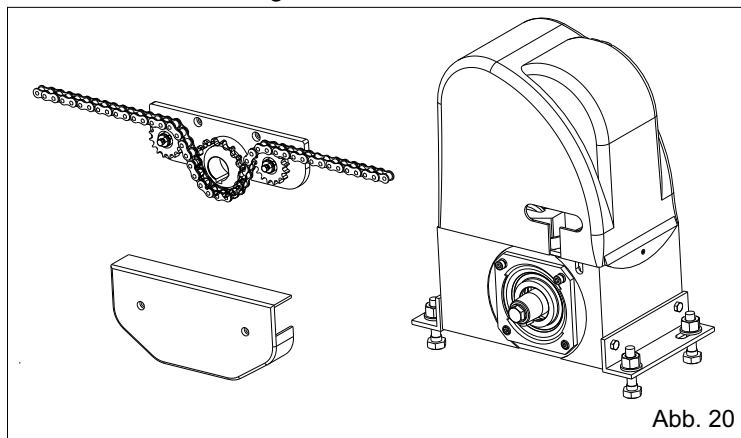
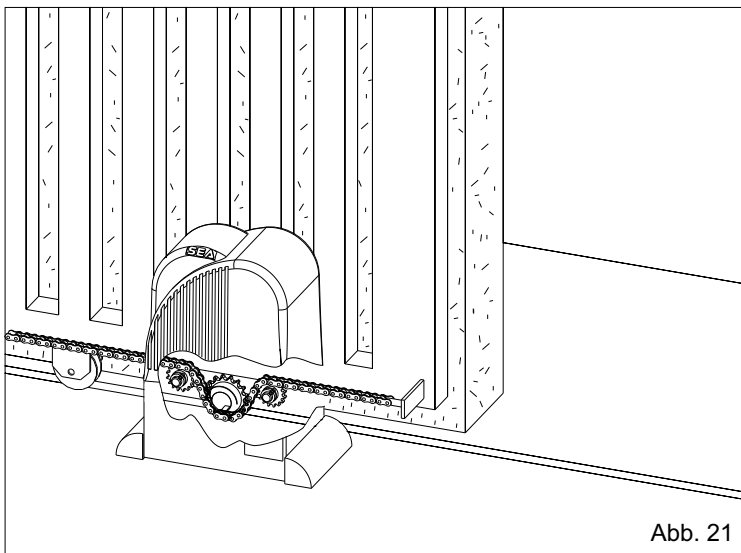
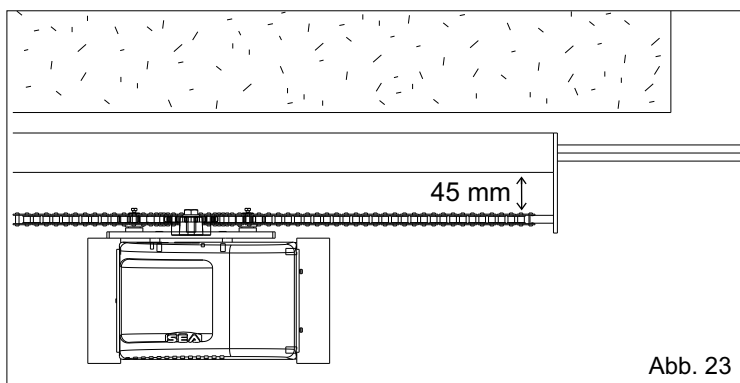
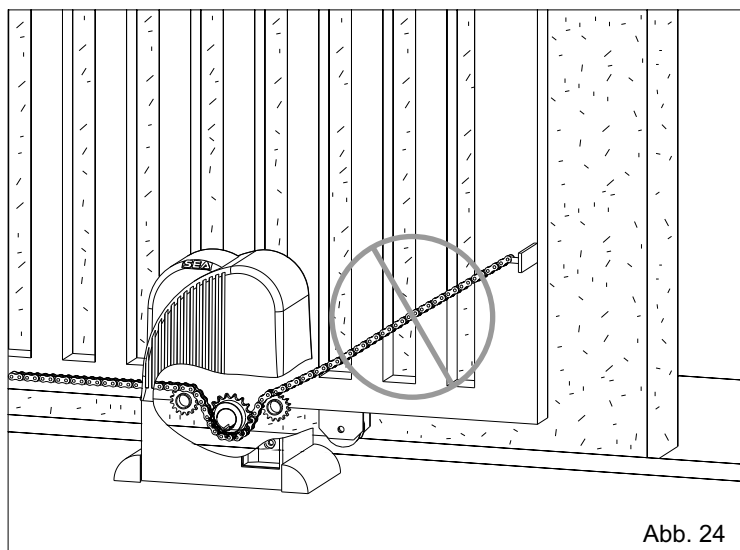

Abb. 20
Abb. 21
Abb. 23
Abb. 24
Die Montage der Hauptteile, die das gesamte Kettensystem betrifft ist in Abb. 20 aufgeführt.
In Abb. 21 und 22 wurde die korrekte Montage bei geschlossenem und offenem Tor abgebildet; Achtung, der vorgegebene Kettenweg im Inneren der Zahnradgruppe muss strikt eingehalten werden.
**Hinweis:** Die Löcher für den Kettenspanner beziehungsweise für die Kette selbst müssen sich in einem Mindestabstand von 45 mm vom Tor befinden (Abb. 23).
**10.2.** Die Kette installieren, indem man sie durch die Zahnradgruppe, wie in Abb. 20 durchlaufen lässt. Die Kette muss sowohl vertikal (Abb. 21) wie horizontal (Abb. 23) immer geradlinig sein, andernfalls (Abb. 24 und 25) könnte ihre Entgleisung von der Zahnradgruppe oder eine höhere Beanspruchung des Untersetzungsgetriebes und somit ein schlechter Betrieb des Systems die Folge sein.